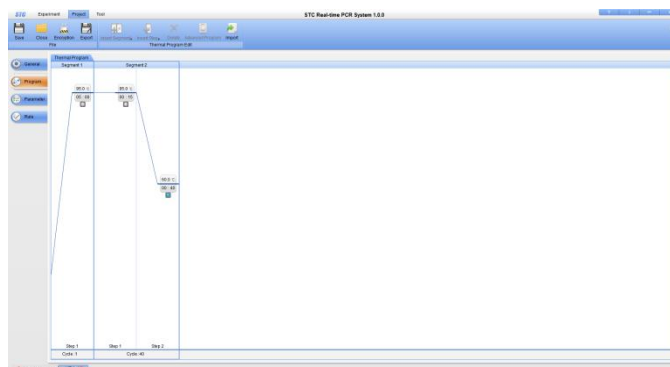

Fig 5-4
- 4 Faceți clic pe **Program** pentru a merge la ecranul programului termic (Fig 5-4). Un program termic PCR conține de obicei 2 până la 3 segmente, fiecare conținând mai mulți pași și uneori cu o curbă de topire.